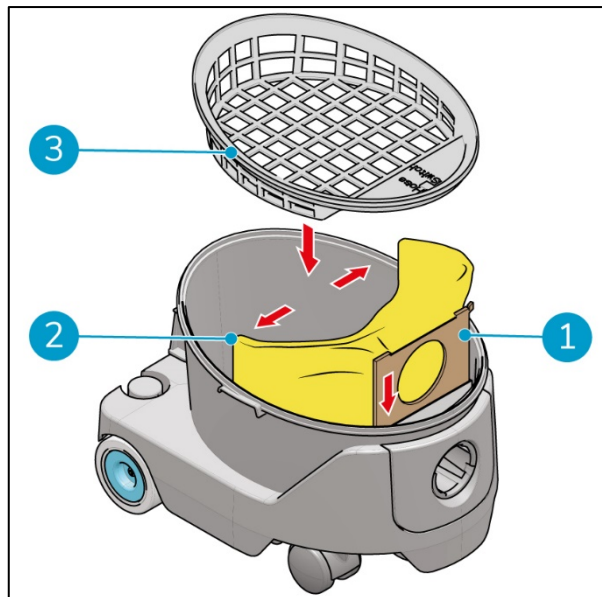

Figura 11
11. Introduza completamente a moldura de cartão do novo saco de filtro (Figura 11, posição 1) nas ranhuras, para inserir o saco de pó.
12. Desdobre o saco de pó (Figura 11, posição 2).
13. Volte a colocar o saco de filtro (Figura 11, posição 3).